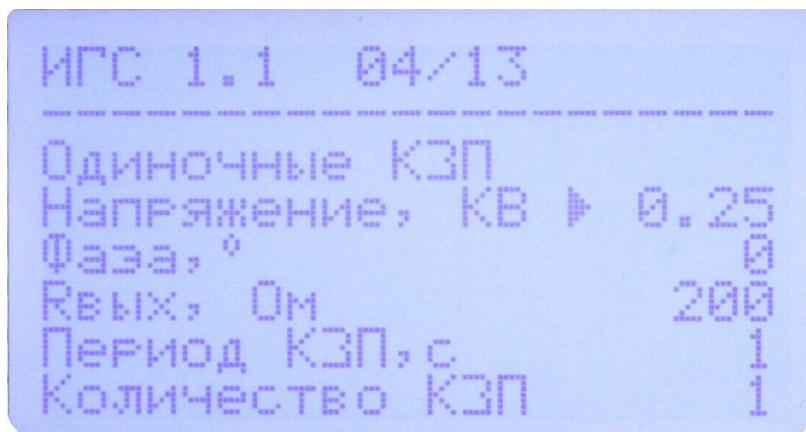

Рис.2
6.4. Подключить сетевой кабель к разъёму на задней панели и к сетевой розетке 220В; 50Гц. Включить испытательный генератор переключателем «СЕТЬ». При этом на дисплее должен появиться текст как на рис.2. Если на дисплее возникла надпись «**НЕПРАВИЛЬНОЕ ПОДКЛЮЧЕНИЕ!**», следует выключить генератор и перевернуть сетевую вилку в розетке. Если эта же надпись появилась при повторном включении, необходимо проверить наличие и исправность заземления.
После включения генератора переключателем «СЕТЬ», устанавливается режим одиночных КЗП. На дисплее появляется текст (см. рис.2) и курсор в виде стрелки. Перемещение курсора по строкам осуществляется при помощи кнопок «↓» и «↑». Изменение параметров и включение режима повторяющихся КЗП производится нажатием кнопок «+» или «-». Кратковременными